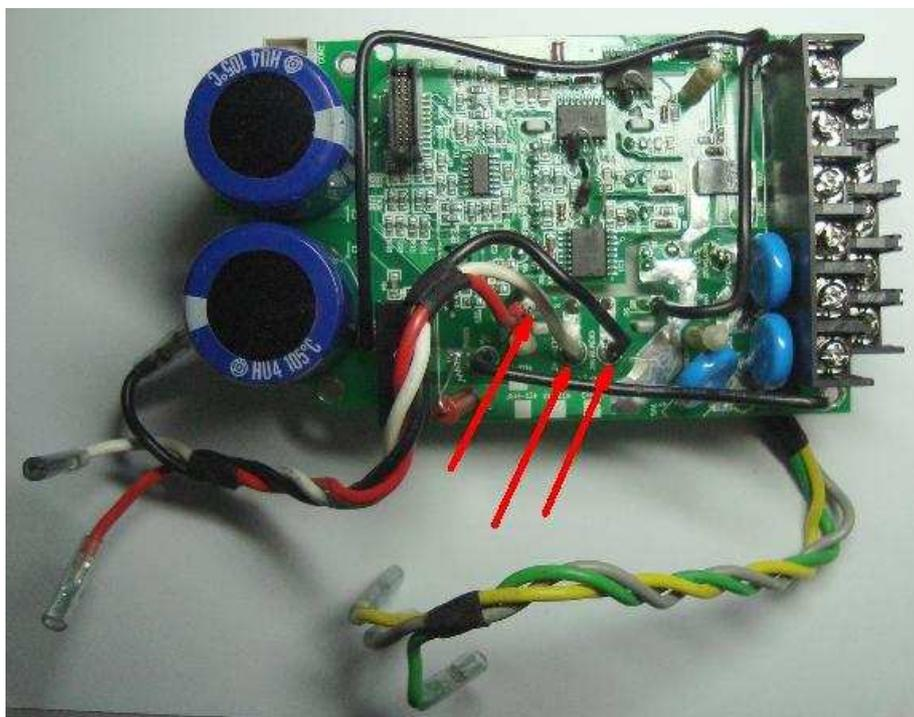

Рис. 7.8
7.3.5. Взять новый жгут №1 (рис.7.8). Запаять в отверстия платы с маркировкой «RED», «WHITE» и «BLACK» наконечники жгута №1 соответствующего цвета (красный, белый, черный) (рис.7.8).